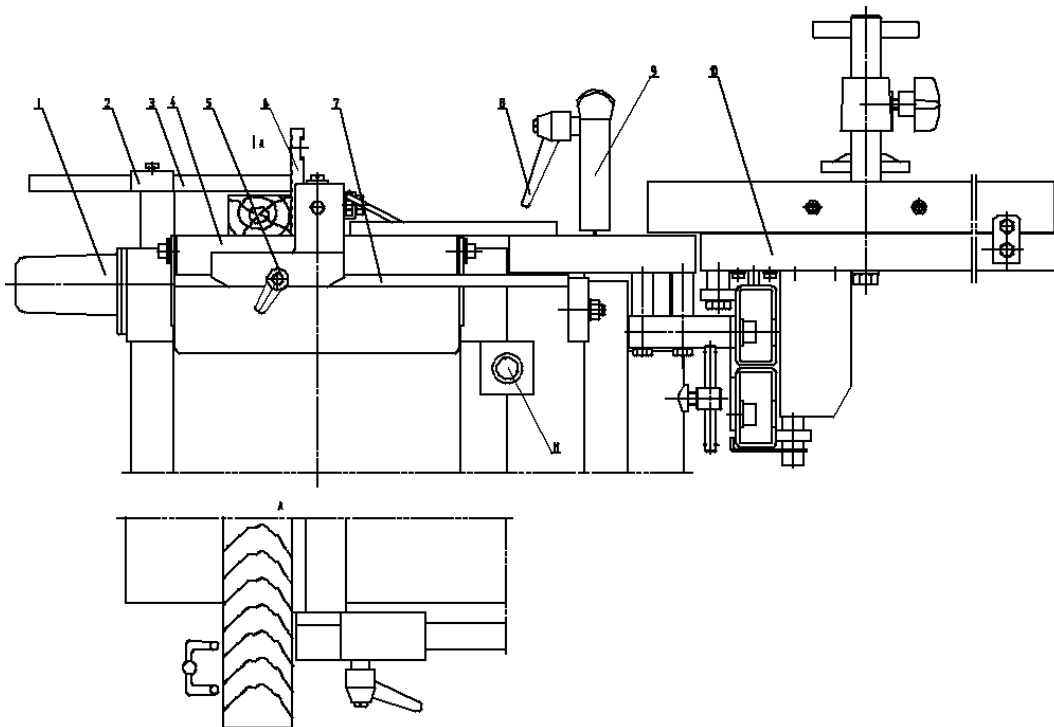

Рис.9
#### Строгание поверхности (Рис.9)
Предупреждение: Поверните гладкую поверхность направляющей 7 влево (Рис.9) для демонтажа пилы, сверла и кожуха фрезы. Установите кожух пилы и крышку вала. Переведите кнопку 1 в положение R (Рис.14).
- Оператор во время работы занимает положение, указанное на Рис. 9.
- В случае внезапной неполадки или несчастного случая нажмите кнопку Е (11).
- Выньте сверло и пильное полотно (диск), установите кожух шпинделя 1 и крышку 9 (Рис.9)
- Снимите лезвие пилы, поставьте крышку 9, как показано на Рис. 9. Закройте вал направляющей 3.
- Снимите кожух вала 1 (Рис.9).